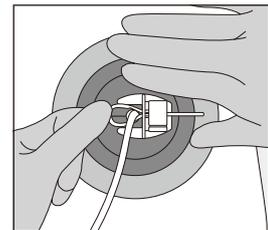

図4
4. チューブ固定ストラップをつまみ、チューブのまわりを一周させて先端をチューブ固定クランプのスリットに通します。そのまま送り込み、チューブ固定ストラップを先端からチューブ固定クランプの反対側に出します（図4）。